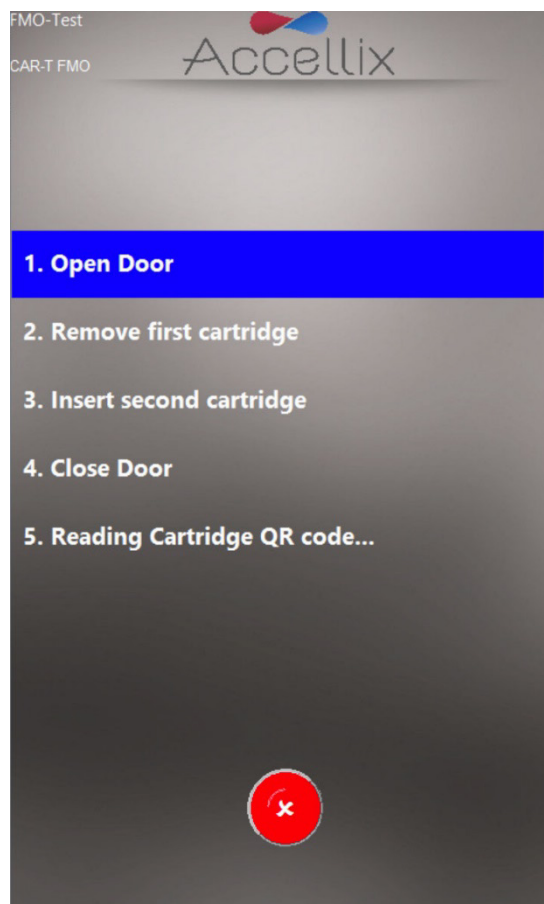

Abbildung 47: Bildschirm zur Kartuschenentnahme bei mehreren Kartuschen
1. Der Bildschirm zur **Entnahme** einer Kartusche bei einem Assay mit **mehreren Kartuschen** weist den Benutzer an, die erste Kartusche zu entfernen und die nächste Kartusche in der Reihenfolge einzusetzen (Abbildung 47).